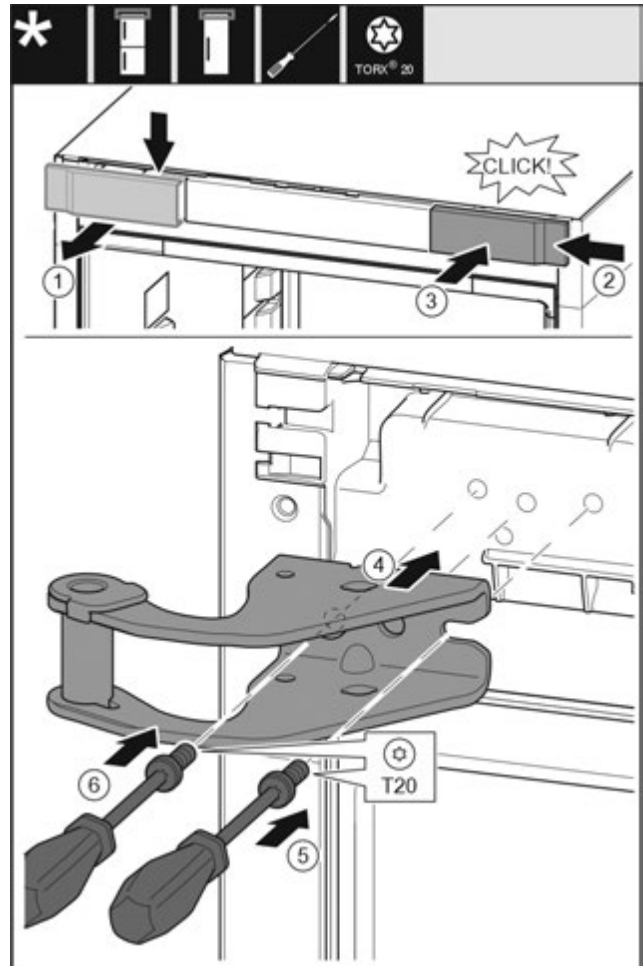

Fig. 12
- Зніміть кришку вгору вперед. Fig. 12 (1)
- Почепіть кришку, що повернута на 180°, з іншого боку праворуч. Fig. 12 (2)
- Зафіксуйте кришку. Fig. 12 (3)
- Встановіть верхній опорний кронштейн. Fig. 12 (4)
- Встановіть та закрутіть гвинт за допомогою викрутки T20. Fig. 12 (5)
- Встановіть та закрутіть гвинт за допомогою викрутки T20. Fig. 12 (6)